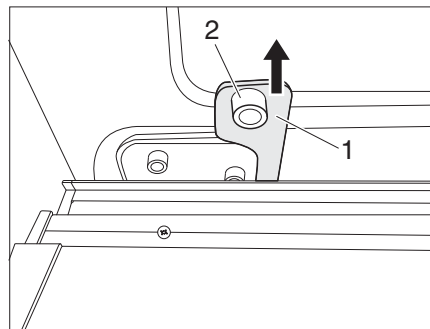

Bild 24 Notentriegelung
- ▷ Bei einer Notentriegelung den Notentriegelungshebel (Bild 24,1) immer unmittelbar am Aufnahmestift (Bild 24,2) einhängen.
- Notentriegelungshebel (Bild 24,1) kräftig nach oben ziehen und unmittelbar an den Aufnahmestift (Bild 24,2) einhängen. Die Schiebetür ist jetzt abgekoppelt und kann nur noch manuell geöffnet und geschlossen werden.